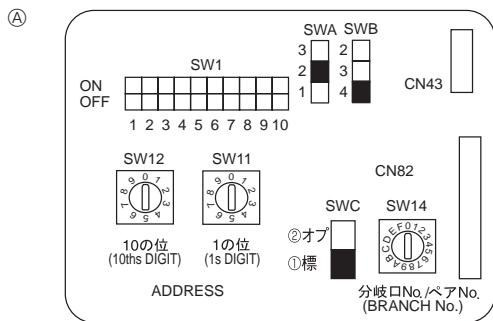

Fig. 4-4
4.5. Configuración de las direcciones (Fig. 4-4)
4.6. Ajuste del interruptor según la altura del techo (Fig. 4-4)
4.7. Captar la temperatura de la sala con el sensor incorporado en el mando a distancia (Fig. 4-4)